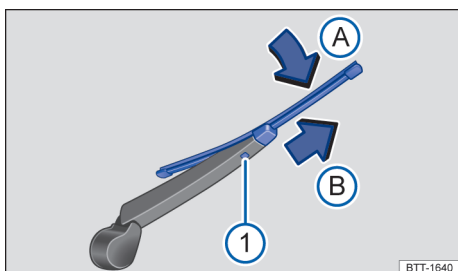

图 121 更换后风窗玻璃刮水片
- 按住分离按钮 → 图 121 ①。
- 从刮水器臂上沿 → 图 121 (箭头 A) 的方向翻开刮水片，同时沿箭头方向 (B) 拉出刮水片。可能需用点力方可拉出刮水片。
- 将长度和结构均相同的新刮水片逆箭头方向 → 图 121 (B) 插到刮水器臂上，直至其卡定。此时刮水片须处于翻开位置 → 图 121 (箭头 A)。